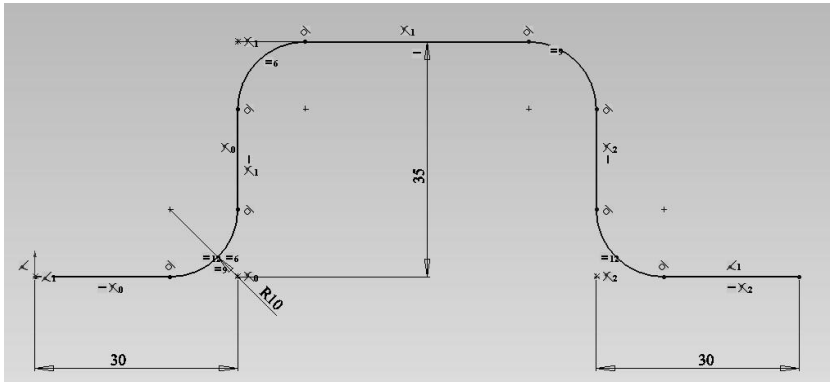

Рисунок 8.1 – Ескіз основи корпусу
- побудувати ескіз основи корпусу, (рис. 8.1);